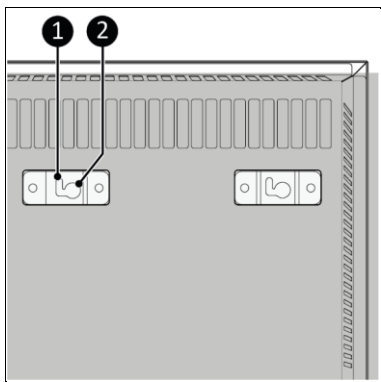

Figure 13
14. Placez les trous du support (figure 13, pos. 2) sur les vis du mur.
15. Faites glisser l'appareil vers la gauche et laissez-le tomber dans l'ouverture des supports (figure 13, pos. 1).